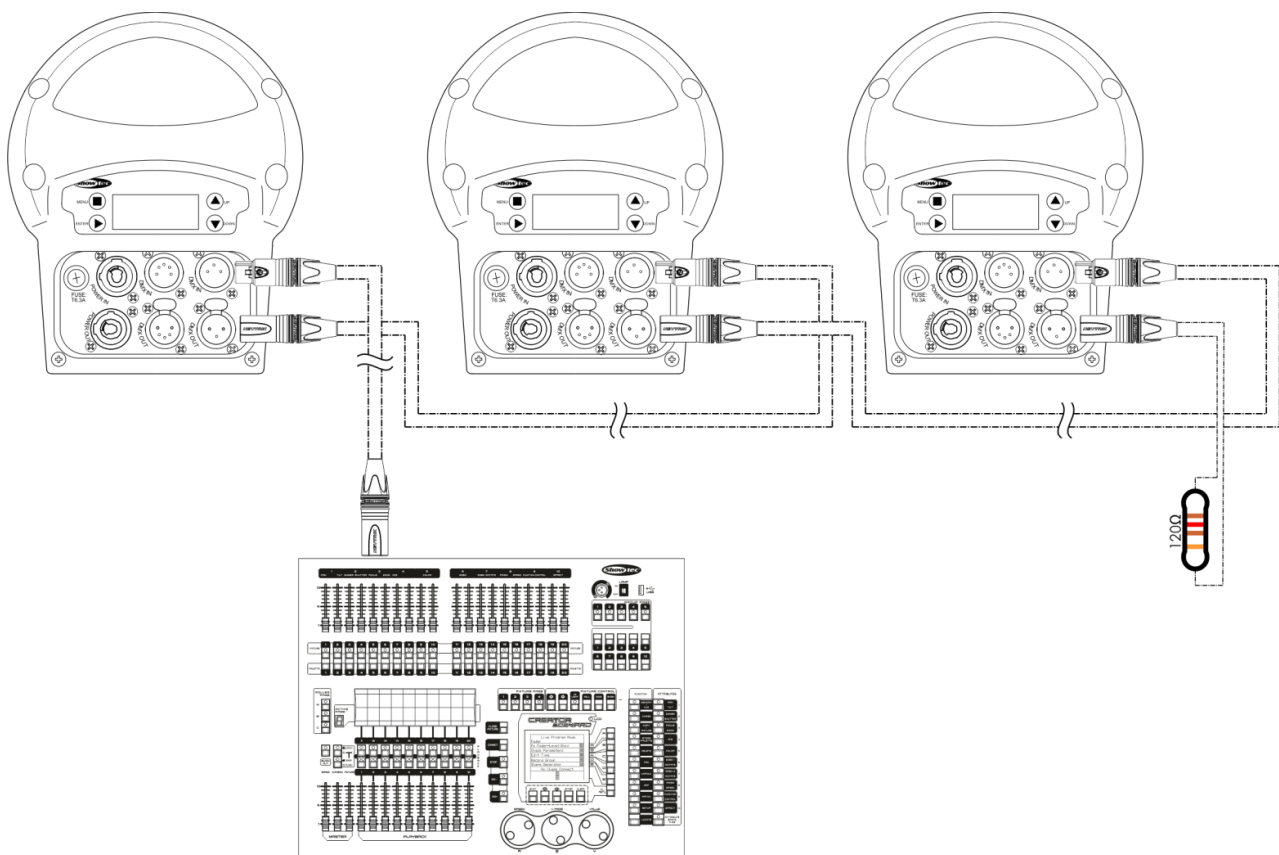

Abb. 13
- 04) Verbinden Sie die Geräte wie in Abb. 13 abgebildet. Schließen Sie den DMX-Ausgang des ersten Geräts mit einem DMX-Kabel an den Eingang des zweiten Geräts an. Wiederholen Sie diesen Vorgang, um das zweite, dritte und vierte Gerät ebenfalls zu verbinden.